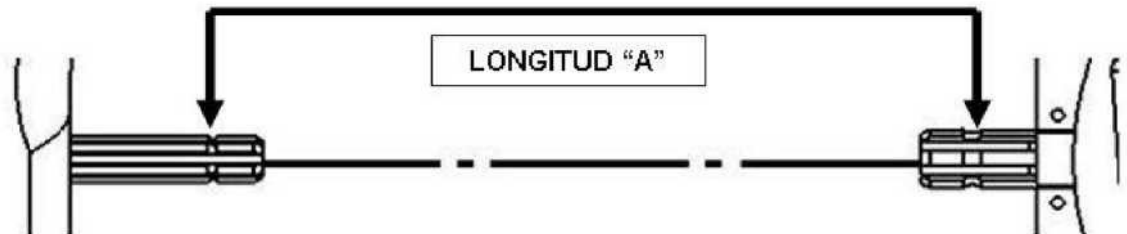

Рис.5
Если невозможно разместить машину параллельно земле или достичь правильного расстояния от земли, мы прибегнем к опорным роликам, колесам или салазкам (в зависимости от модели), регулируя их высоту (см. Рисунок 5)
- После установки трех крепежных болтов мы продолжаем - перемещая гидравлический домкрат - чтобы получить самую короткую длину трансмиссии. С метрической лентой измерьте расстояние от крепежного зазора шлицевого вала УОМ до фиксирующего зазора многоцелевого мультипликатора мульчера. (Рис.5, мера длины «А»). Это будет минимальная длина трансмиссии.
Измерение длины «А» между трактором и машиной (рис. 5): 800 мм - 80 мм = 720 мм.